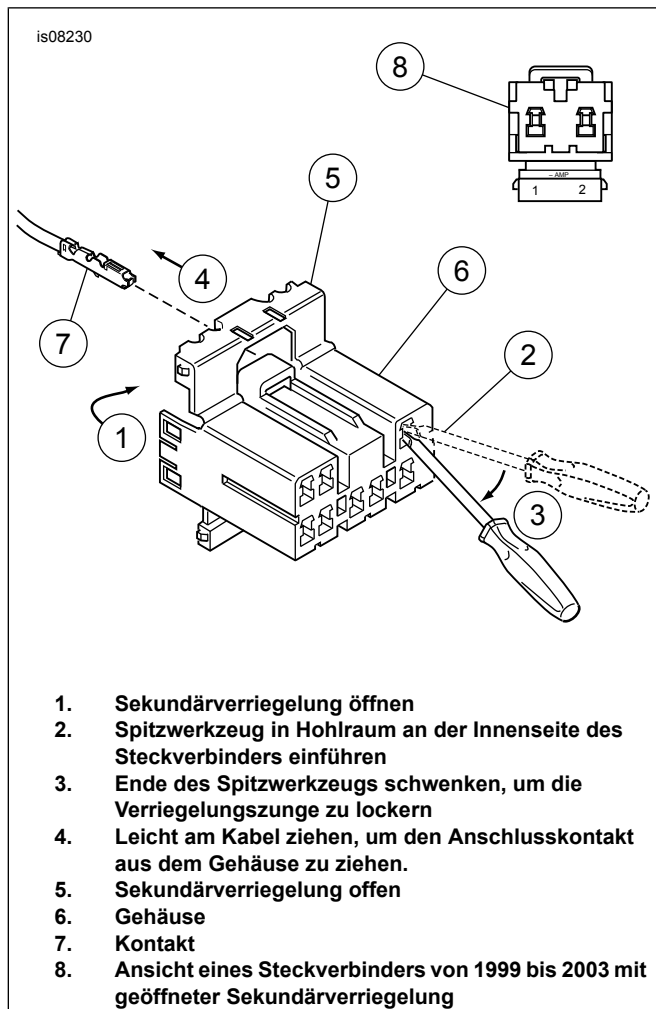

Abbildung 3. Amp-Multilock-Steckverbinder
Siehe Abbildung 3. **Modelle von 1996 bis 1998** sind unter dem Sitz mit einem 8-poligen Amp-Multilock-Steckverbinder ausgestattet. **Modelle von 1999 bis 2003** sind unter der Schlussleuchtenstreuscheibe mit einem 2-poligen Amp-Multilock-Steckverbinder ausgestattet.
3. Siehe Abbildung 3. **An Modellen von 1999 bis 2003** muss die Schlussleuchtenstreuscheibe abgenommen werden, um Zugang zum Amp-Multilock-Steckverbinder zu erhalten. **Modelle von 1996 bis 1998** mit Amp-Multilock-Steckverbinder. Siehe Werkstatthandbuch. Den Steckverbinder aus seiner Halterung nehmen.